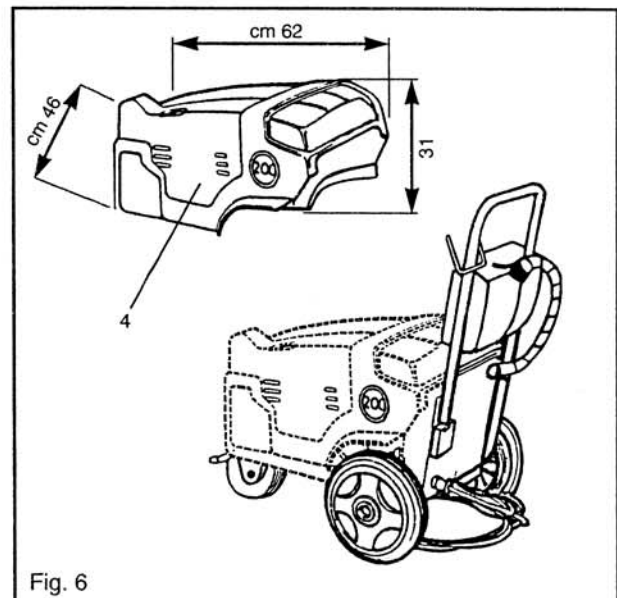

Fig. 6
- 1.7.4 **Capot de la maquina para cobertura integral** (Fig. 6 - pos. 4): sirve para no tener contactos casuales, aunque no voluntarios o peligrosos, con partes internas de la maquina, es posible sacarlo solo con ayuda de una herramienta especial. en la figura se pueden ver también las medidas de las dimensiones extremas máximas de la maquina.